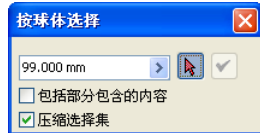

图 1-52 “按球体选择”对话框
(4) 选择【选择球体偏移】选项后，打开如图 1-52 所示的【按球体选择】对话框，可亮显位于选定零部件周围球体内的零部件。可在【按球体选择】对话框中设置球体大小，也可单击并拖动球体边界，以调整其大小。如果需要，可单击箭头按钮以使用【测量】工具。选中此复选框，还将亮显部分包含的零部件。